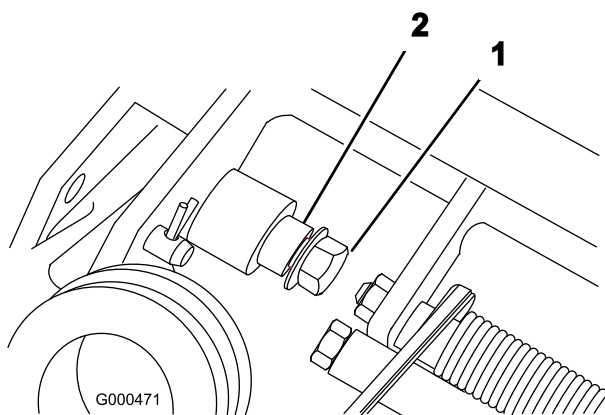

図 4
1. 機体左右のボルトとピボット・ピンからフランジ・ロックナットを外す (図 4)。